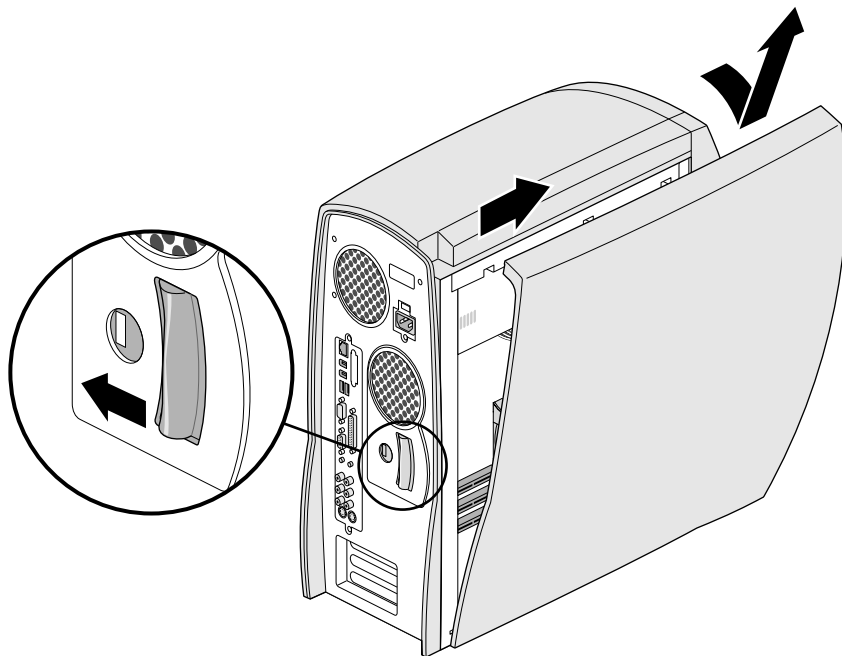

图 2-1 拆除侧面盖板
1. 将系统后部的门锁推至左侧，打开盖板。如图 2-1 所示。